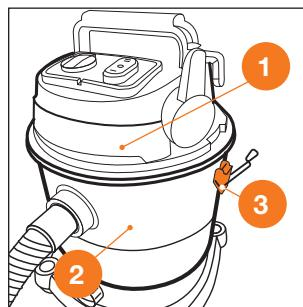

Рис. 12
7. Установите крышку ① на бак ② и закрепите ее фиксаторами ③ (Рис. 12).